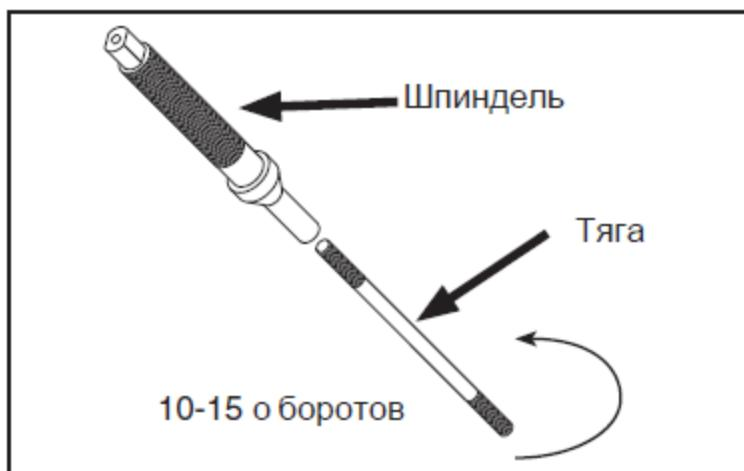

Рис. 4. Шпиндель с тягой
3. Ввернуть тягу приблизительно на 10-15 оборотов в шпиндель. У тяги имеются резьбовые концы. Один из них остается открытым, **Рис.4.**
4. Поставить шпиндель с тягой в патрон шпинделя сверху стола. Совместить шпоночный паз шпинделя с установочным штифтом вверху патрона шпинделя. Посадка шпинделя будет ощущаться, **Рис. 4.**